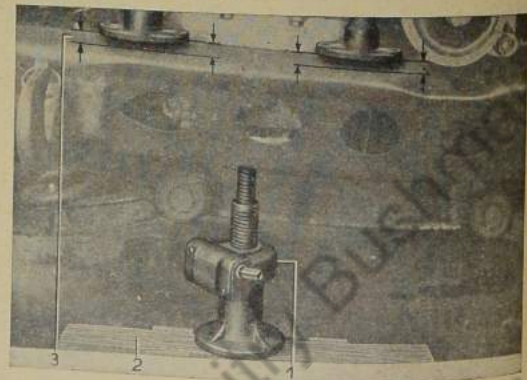

Bild 138: Motor vorn anheben
12. Motor mit Wagenheber und Holzklötzchen unterbauen, bis Motorträger vom 1. Querträger frei ist (Bild 138).